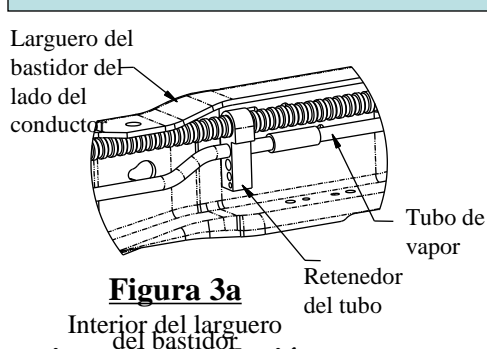
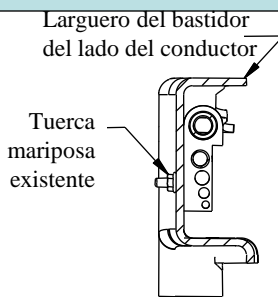
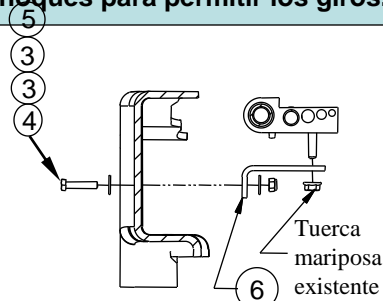

Figura 3a
Figura 3b
Figura 3c
| 3 | ARANDELA PLANA 1/4" (Figura 3c) | 2 |
| 4 | TUERCA, NYLOK 1/4"-20 (Figura 3c) | 1 |
2. **Para modelos de motor de gas 2005 a 2010 únicamente.** El tubo de vapor que va a lo largo del costado interior del larguero del bastidor del costado del conductor se debe volver a instalar antes de instalar el soporte del costado del conductor. Ver Figura 3a. Quite la tuerca mariposa del exterior del bastidor y guarde para uso posterior. Ver Figura 3b. Rote todos los tubos hacia arriba y afuera del camino. Instale el soporte en L (6) con piezas de 1/4" (3) (4) (5), como se muestra en la Figura 3c. Apriete el soporte en L (6) al bastidor, pero deje el retenedor del tubo suelto para ayudar en la instalación del soporte.
- f. **Para modelos de motor de gas 2005 a 2010 únicamente.** Use la tuerca mariposa de fábrica que se retiró en el paso 2 para apretar el retenedor de tubo en el soporte en L (7) como se muestra en la Figura 3c.